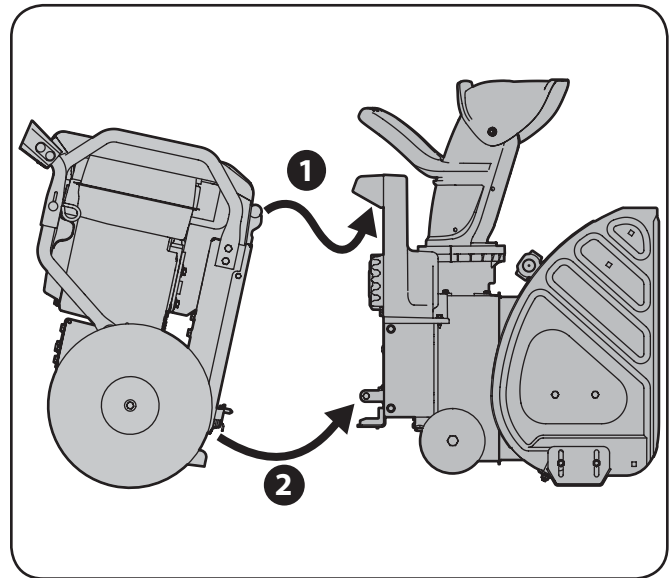

Figura 5-3
3. Una vez que se engancha el montaje superior (1), y con ambas manos en las empuñaduras de las manijas, incline suavemente la unidad hacia atrás para enganchar los montajes inferiores (2). Consulte la Figura 5-3.